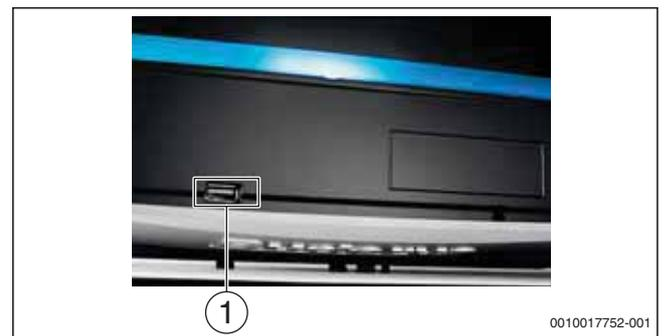

Fig. 78 Interfaccia USB: utilizzo con chiave USB
- Inserire una comune chiave USB direttamente nell'interfaccia USB presente sul termoregolatore (→ fig. 78)